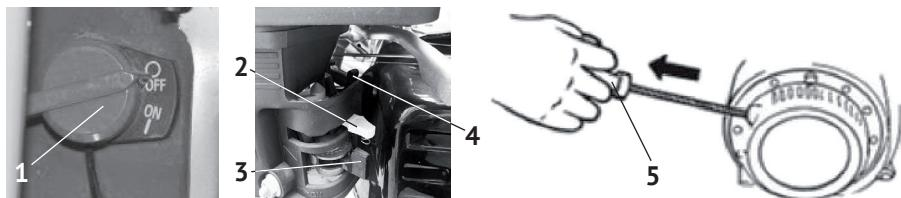

рис.3
- перевести выключатель зажигания (рис.3 поз.1) в положение «Включено» (ON);
- рычаг воздушной заслонки (рис.3 поз.2) перевести в крайнее левое положение «закрыто» при пуске холодного двигателя (для прогретого двигателя рычаг устанавливается в промежуточном положении);
- кран подачи топлива (рис.3 поз.3) повернуть вправо в положение «Включено» (ON);
- перевести рычаг дроссельной заслонки (рис.3 поз.4) приблизительно на 1/3 её хода от положения «Черепаха» к положению «Заяц»;
- медленно потяните за рукоятку стартёра (рис.3 поз.5) до появления сопротивления, а затем резким движением вытяните трос на всю длину. Повторите
- перевести рычаг дроссельной заслонки (рис.3 поз.4) в положение «Черепаха» и дать двигателю поработать на холостых оборотах для охлаждения агрегатов.
- повернуть выключатель зажигания (рис.3 поз.1) в положение «Выключено» (OFF);
- перевести топливный кран (рис.3 поз.3) в положение «Выключено» (OFF).